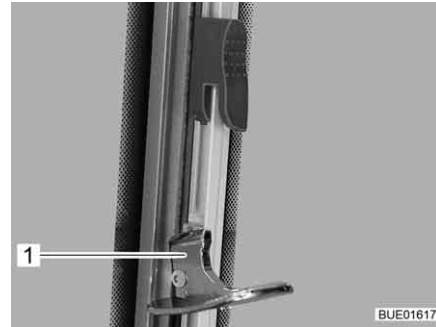

Bild 117 Skjutfönster med svängspärr (upplåst)
- Sväng in låset (Bild 117,1).
- Sväng ut låset (Bild 117,1).